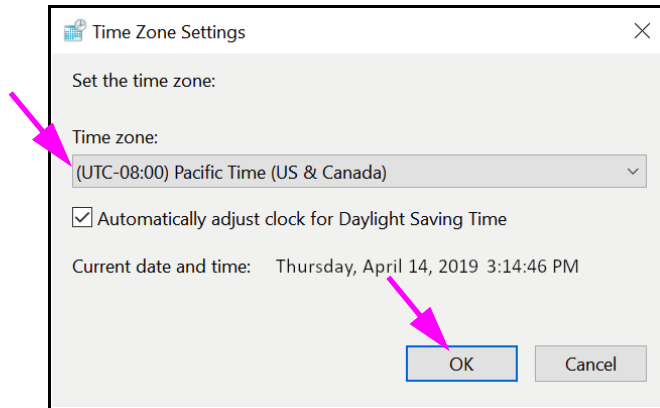

Figura 2-36. Finestra di dialogo Time Zone Settings (Impostazioni fuso orario)
5. Fare clic sul pulsante **Change Time Zone... (Modifica fuso orario...)**. Viene visualizzata la finestra di dialogo Time Zone Settings (Impostazioni fuso orario). Vedere la Figura 2-36.